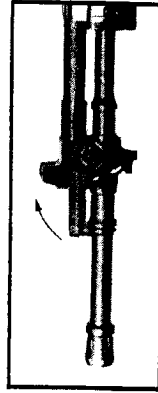

Fig. 15
- controllare che la leva valvola lanciagranate sia in posizione orizzontale (vedasi fig. 15),
- *check that spindle valve lever is in horizontal position, (see figure 15),*
Per preparare il fucile per il lancio della granata, alzare il braccio della valvola lanciagranate dalla posizione orizzontale a quella verticale (vedere fig. 15 e 16).
To prepare the rifle for the launching of the grenade raise spindle valve lever from the horizontal position to the vertical position (see figures 15 and 16).